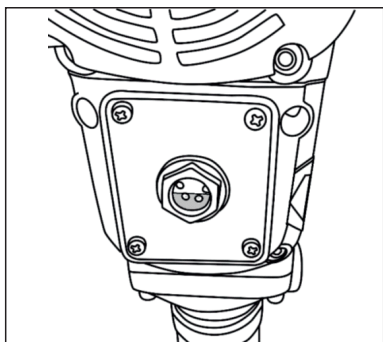

Рис. 3. Нормальный уровень масла в редукторе
- Проверьте уровень масла в редукторе через смотровое окно. Для этого поставьте молоток в вертикальное (рабочее) положение оснасткой вниз и посмотрите в смотровое окно. Уровень масла должен быть примерно посередине окна (рис. 3).